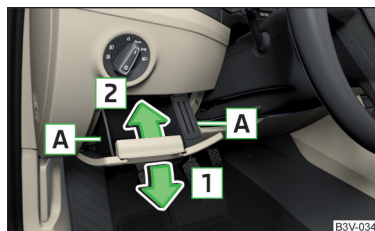

Fig. 255
- Apucați compartimentul de depozitare din lateral în zona **A** și deschideți-l prin tragere în sensul săgeții **1** » fig. 255.